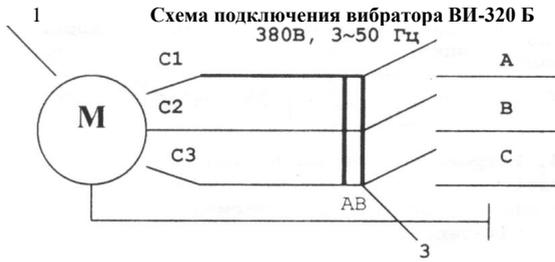

Рис. 1. Вибратор общего назначения
2.1. Вибраторы (рис. 1) предназначены для возбуждения вибрации в установках по уплотнению бетонных смесей и грунтов на заводах ЖБК, ЖБИ и т.д.; транспортированию, выгрузке и просеиванию сыпучих материалов, привода вибропитателей, виброплощадок, вибростолов, виброреек; для выгрузки шихты на конвейерах в сталелитейной промышленности.